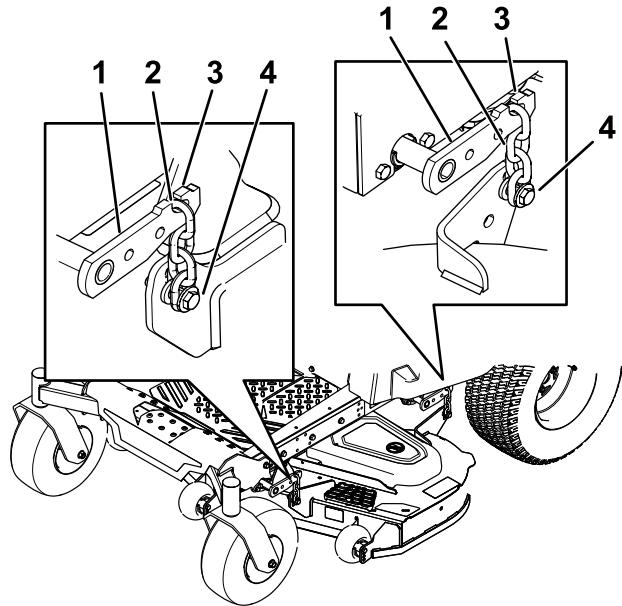

Figura 75
5. Desaperte os parafusos de ajuste nos 4 cantos de forma que a plataforma assente de forma segura nos quatro calços (Figura 75).
6. Certifique-se de que existe tensão nas quatro correias (Figura 75).
7. Aperte os quatro parafusos de ajuste (Figura 75).